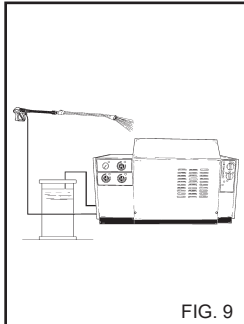

FIG. 9
3) Depois de usar o detergente, enxágue o circuito de sucção; enfie o tubo de sucção (fig. 9) de detergente num tanque contendo água limpa e faça com que a bomba funcione por um minuto com a torneira de dosagem completamente aberta.
5) Depois da utilização do detergente, enxágue o circuito de sucção; enfie o tubo de sucção (fig. 9) de detergente num tanque contendo água limpa e faça com que a bomba funcione por 1 minuto com a torneira completamente aberta e com a lança em fase de saída de detergente.